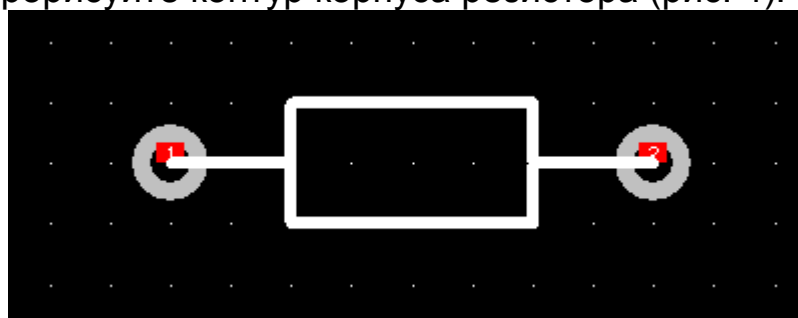

Рис. 4 Корпус резистора (**Grid=1.25mm**)
- 2.10 Прорисуйте контур корпуса резистора (рис. 4).